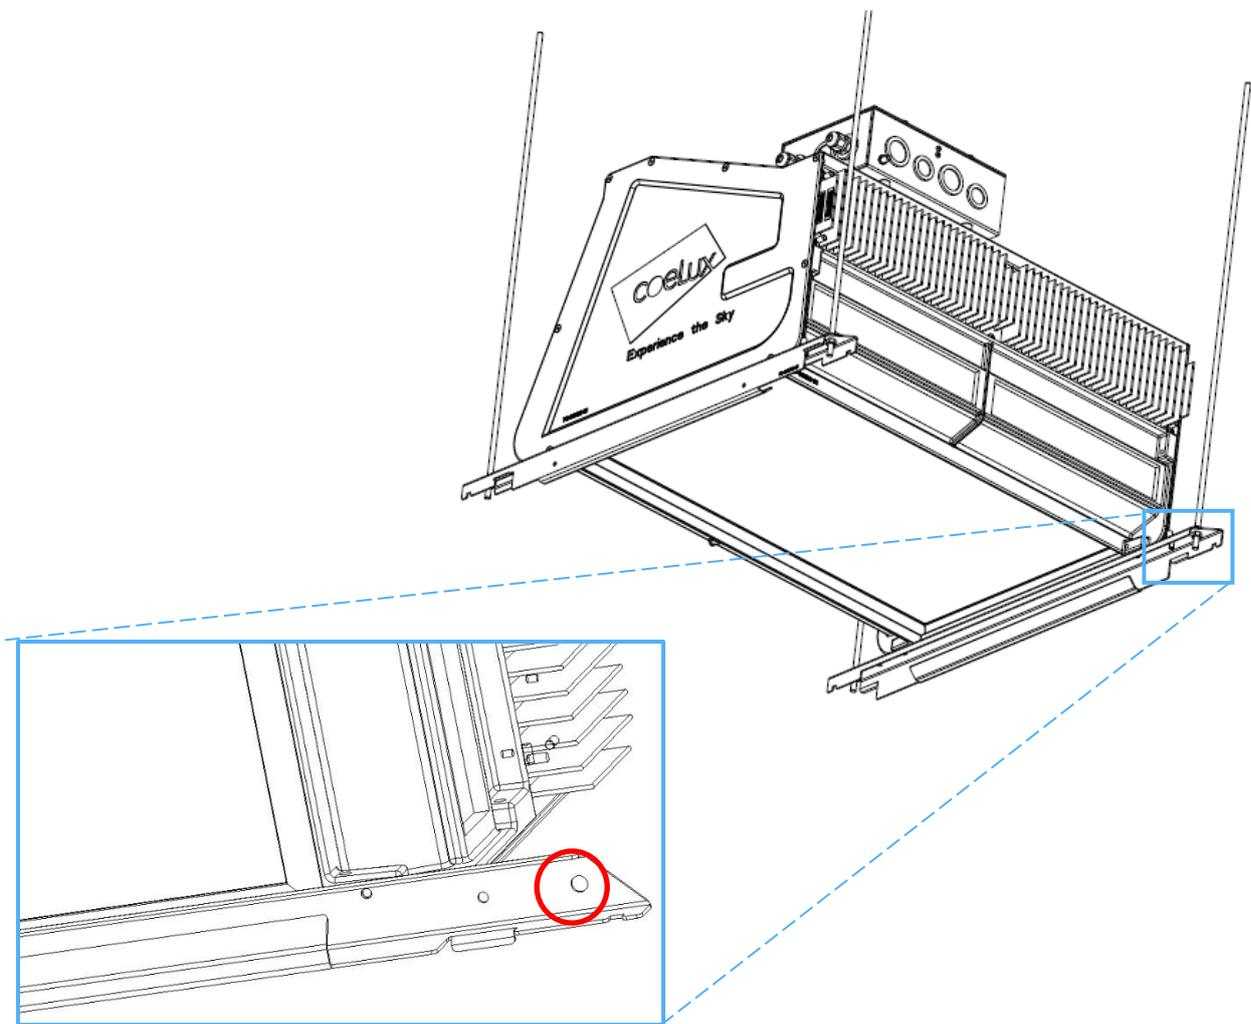

Fig. 14 *Fixation au faux plafond structurel: passage C. Détail: vu du bas.*
- C. Introduire les 4 barres filetées dans les trous prévus sur les barres de soutien [2] (cercle rouge dans le détail, Figure 14) et les bloquer avec 4 écrous et 4 rondelles M6. Régler la position du BOX en agissant sur les écrous inférieurs ; ensuite bloquer le tout en serrant à fond les écrous supérieurs et inférieurs.